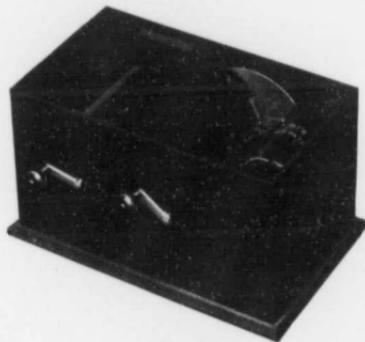

FIG. 5.
7. Puis accrochez le tablier aux œillets du dévidoir (fig. 5), absolument de la même manière que vous avez accroché l'autre bout aux œillets du fuseau, avec la différence que l'essieu "D" tourne à droite.